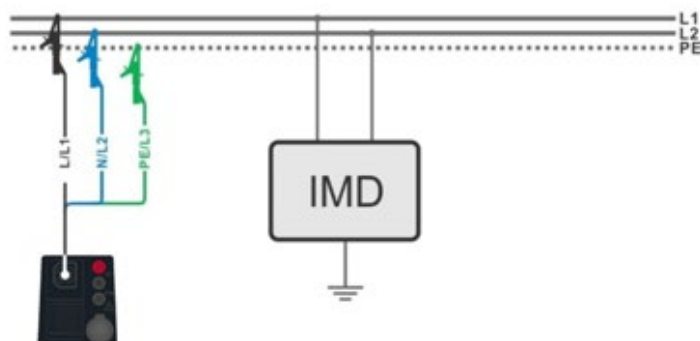

Abbildung 4.82: AUTO IT Messung
- › Schließen Sie die 3-Leiter-Leitung am Prüfobjekt an, siehe **Abbildung 4.82**.